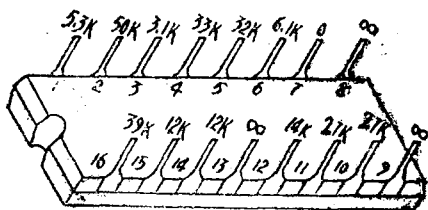

图9 AN362开路电阻值
6. 开路电阻值（500型万用表1K档 黑表笔接⑦脚），见图9